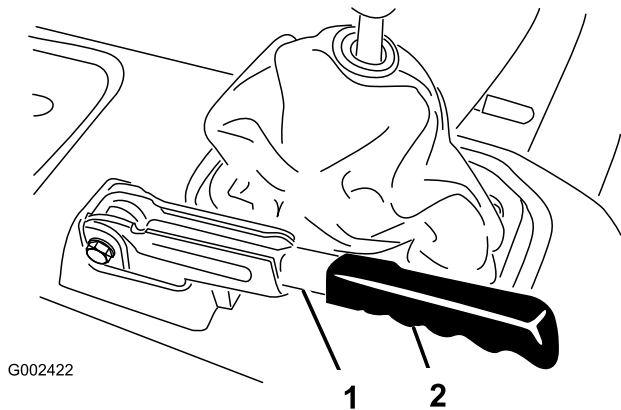

Рисунок 66
1. Снимите резиновую оболочку с рычага стояночного тормоза (Рисунок 66).